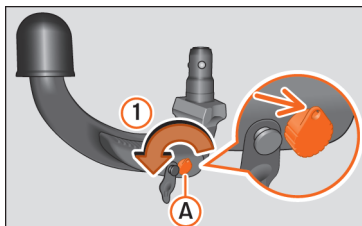

Fig. 269 Posizione di riserva del gancio di ri-morchio
- Inserire e ruotare la chiave nella direzione della freccia » **fig. 269** ① fino a quando il foro nella chiave risulta in alto (freccia).
- Premere il perno di sblocco » **fig. 269** ② nel senso della freccia ② e, al contempo, spingere fino in fondo la leva **C** nel senso della freccia ③.